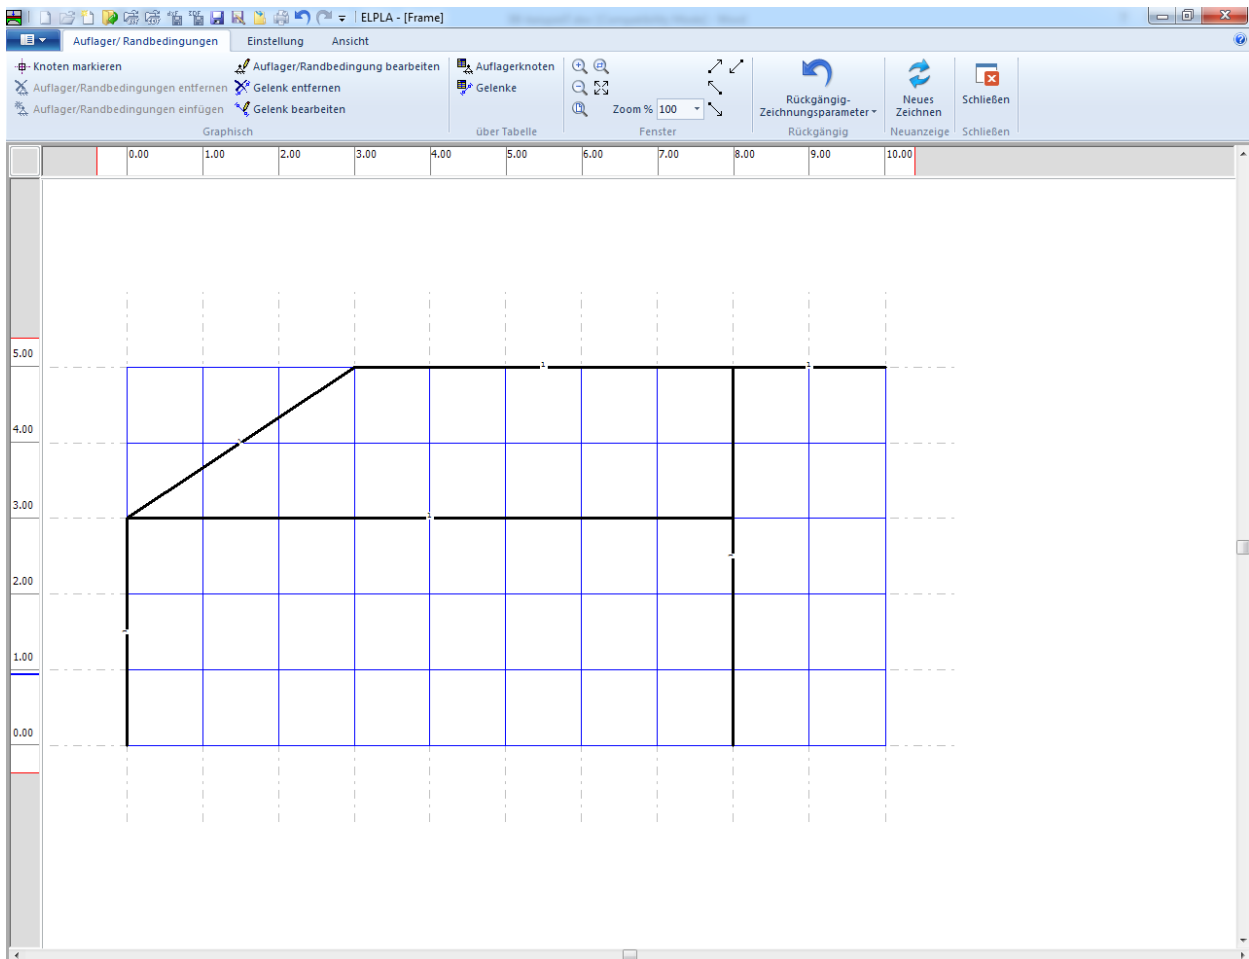

Bild 7.20 Stäbe im Fenster "Auflager/ Randbedingungen"
Nach dem Klicken von "OK" im Dialogfeld "Zeichnungsparameter" sollte der Bildschirm wie das folgende Bild 7.20 aussehen.
- Wählen Sie den Befehl "Knoten markieren" aus dem Menü "Graphisch" im Bild 7.20, dabei ändert sich der Cursor von einem Pfeil zu einem Kreuz